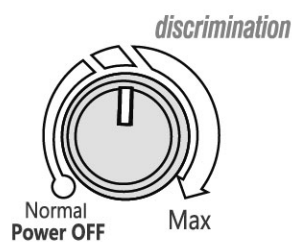

Figuur.14
- Breng de andere metaalmonsters geleidelijk aan dichterbij de zoekspoel en de schaalwijzer zal naar links afwijken terwijl het volume verlaagt. (Figuur.14)